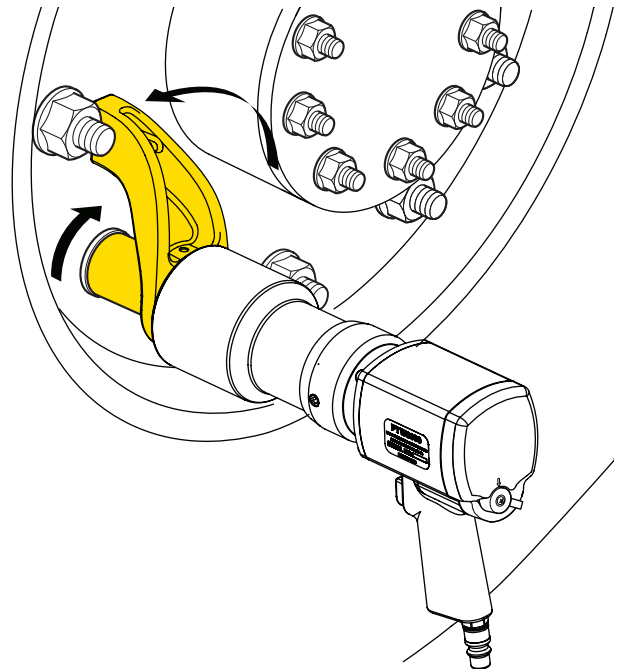

Fig. 8
9. Afb. 8 laat de positie van de reactiearm zien wanneer de vierkantaandrijving rechtsom draait.
11. Ga als volgt te werk om een bout of moer vast te draaien (of de momentsleutel rechtsom te draaien): zorg dat het hendeltje in de "F"-stand staat en dat de positie van de reactiearm overeenkomt met fig. 8. Druk vervolgens de trekker helemaal in en houd de trekker ingedrukt tot de momentsleutel blokkeert.